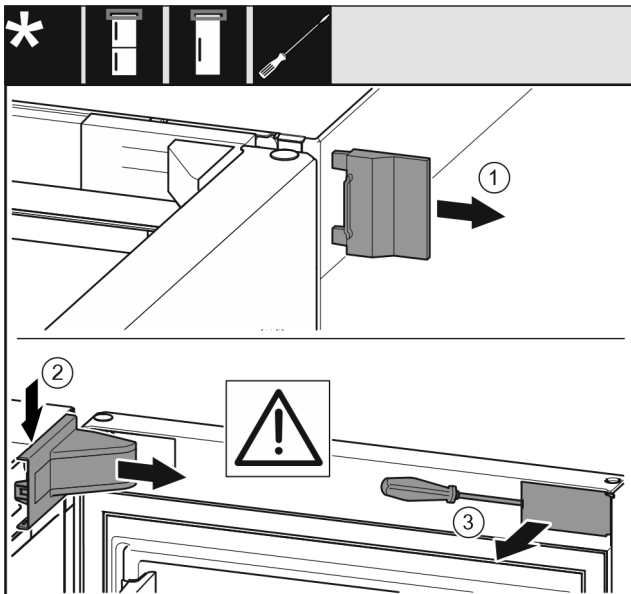

Fig. 6
- ▶ Buitenste afdekking verwijderen. Fig. 6 (1)
- ▶ Lagerbusafdekking ontgrendelen en losmaken. Afdekking van de lagerbus verwijderen. Fig. 6 (2)
- ▶ Paneel met de sleufschroevendraaier losmaken en naar de zijkant draaien. Fig. 6 (3)